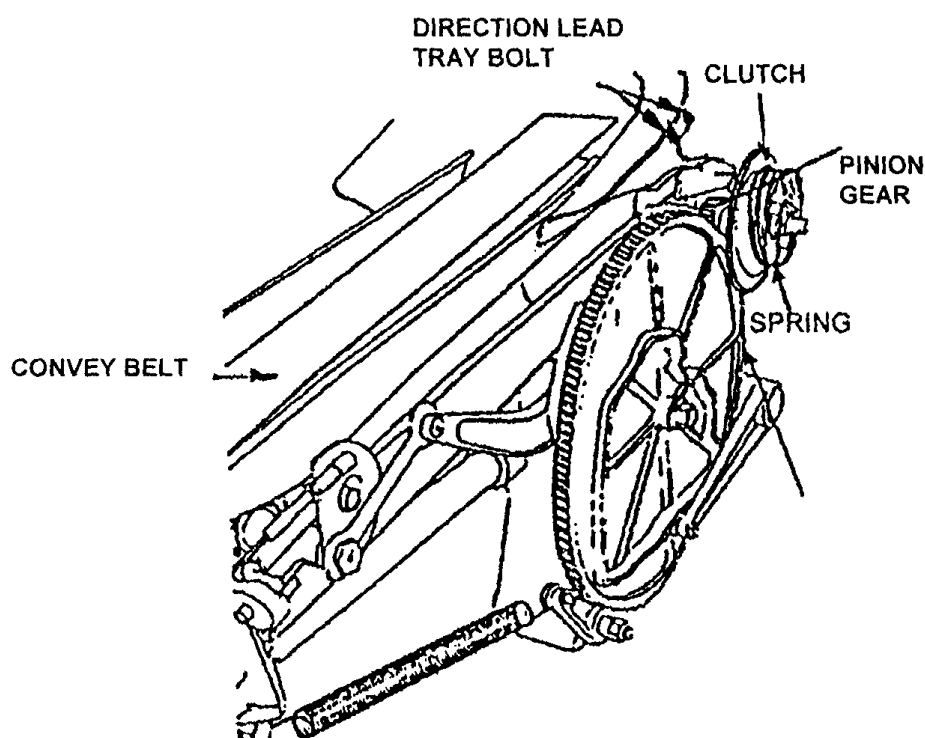

Рисунок 42
4. Пружина грузового захвата (рис.42) цепляется одним полным изгибом пружины. Самое сложное положение привода это положение между захватом кегли № 6 и № 10.
(1) Если натяжение пружины не достаточно сильное, распределитель остановится в момент между положением 6 и 10.
(2) Если же пружина натянута слишком сильно, то работа распределителя остановится, или распределительное устройство не будет осуществлять свои функции.
6. Когда распределитель находится в положении захвата кегли №1, расстояние между направляющим желобом распределителя и подъемником кеглей должно составлять 6,3 мм или немного меньше. Если это расстояние необходимо отрегулировать, ослабьте стягивающий болт направляющего желоба (рис.42).